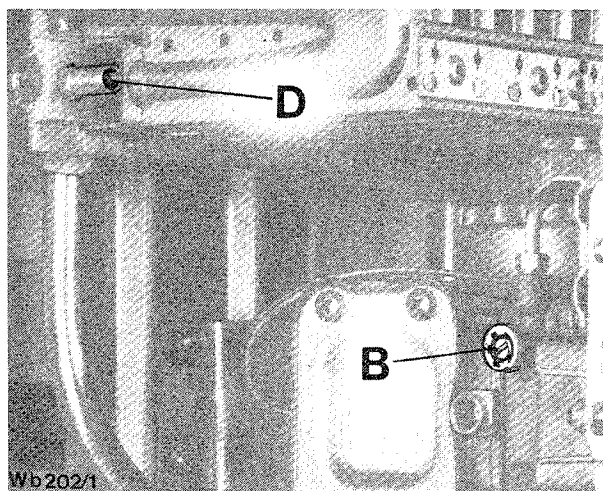

Bild 5
Nur Geräte für Stadtgas und Gas-Luftgemische enthalten die Drosselschraube „B“, Bild 5. Nachstellen bei Stadtgas und Anschlußdrücken unter 8 mbar Drehrichtung links, bei Butan-Luftgemischen Drehrichtung rechts.
1. Dichtschraube „D“, Bild 5, herausschrauben und U-Rohr-Manometer am Meßstutzen anschließen.